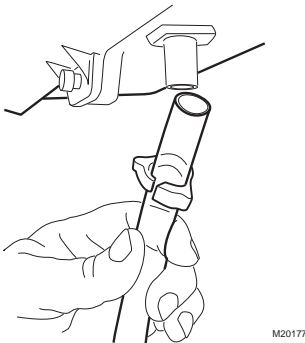

Fig. 9. Installation du tuyau d'évacuation.
4. Utilisez un tuyau d'un diamètre extérieur de 1/4 po (6 mm) pour raccorder le robinet-vanne à étrier à l'orifice d'entrée de l'électrovanne (consultez la Fig. 9).